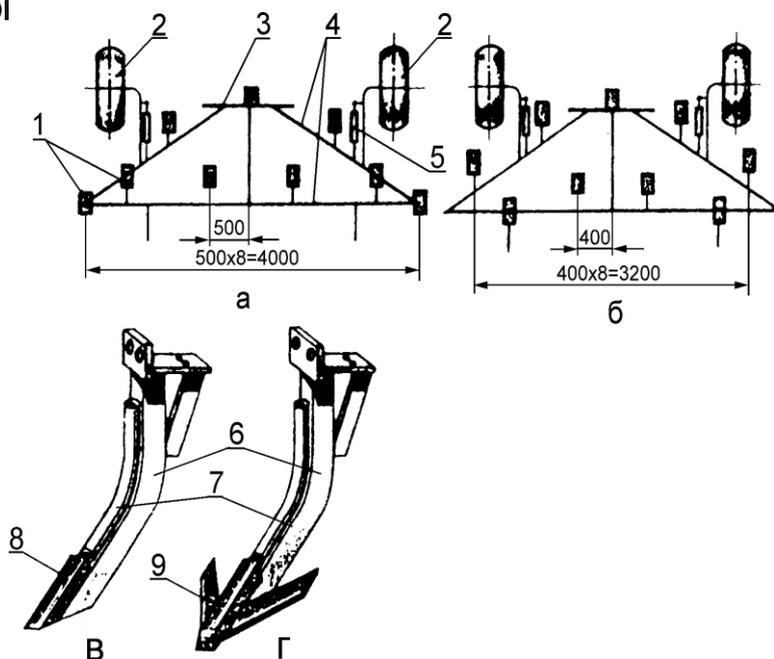

Рис. 2 Схема размещения рабочих органов чизельного плуга ПЧ-4,5:
10. На раме чизельного плуга ПЧ-4,5 (рис. 2) можно установить девять или одиннадцать р